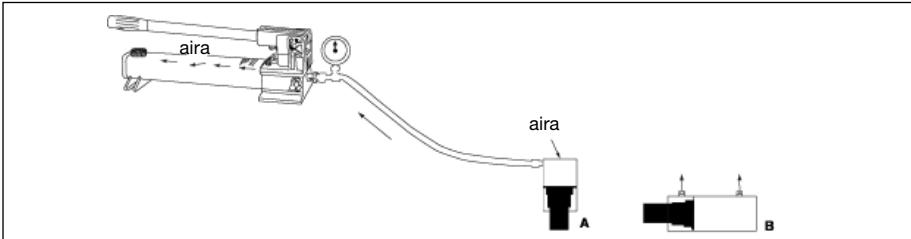

Figura 9
L'estrazione dell'aria dal sistema oleodinamico consente al pistone di avanzare e ritornare regolarmente. Vedere la figura 9.
6.1 Pompe con cilindro a semplice effetto (A)
- Orientare il cilindro con l'estremità del pistone in basso (in alto se si utilizza un cilindro a tiro). Vedere la figura 9.
6.2 Pompe con cilindro a doppio effetto (B)